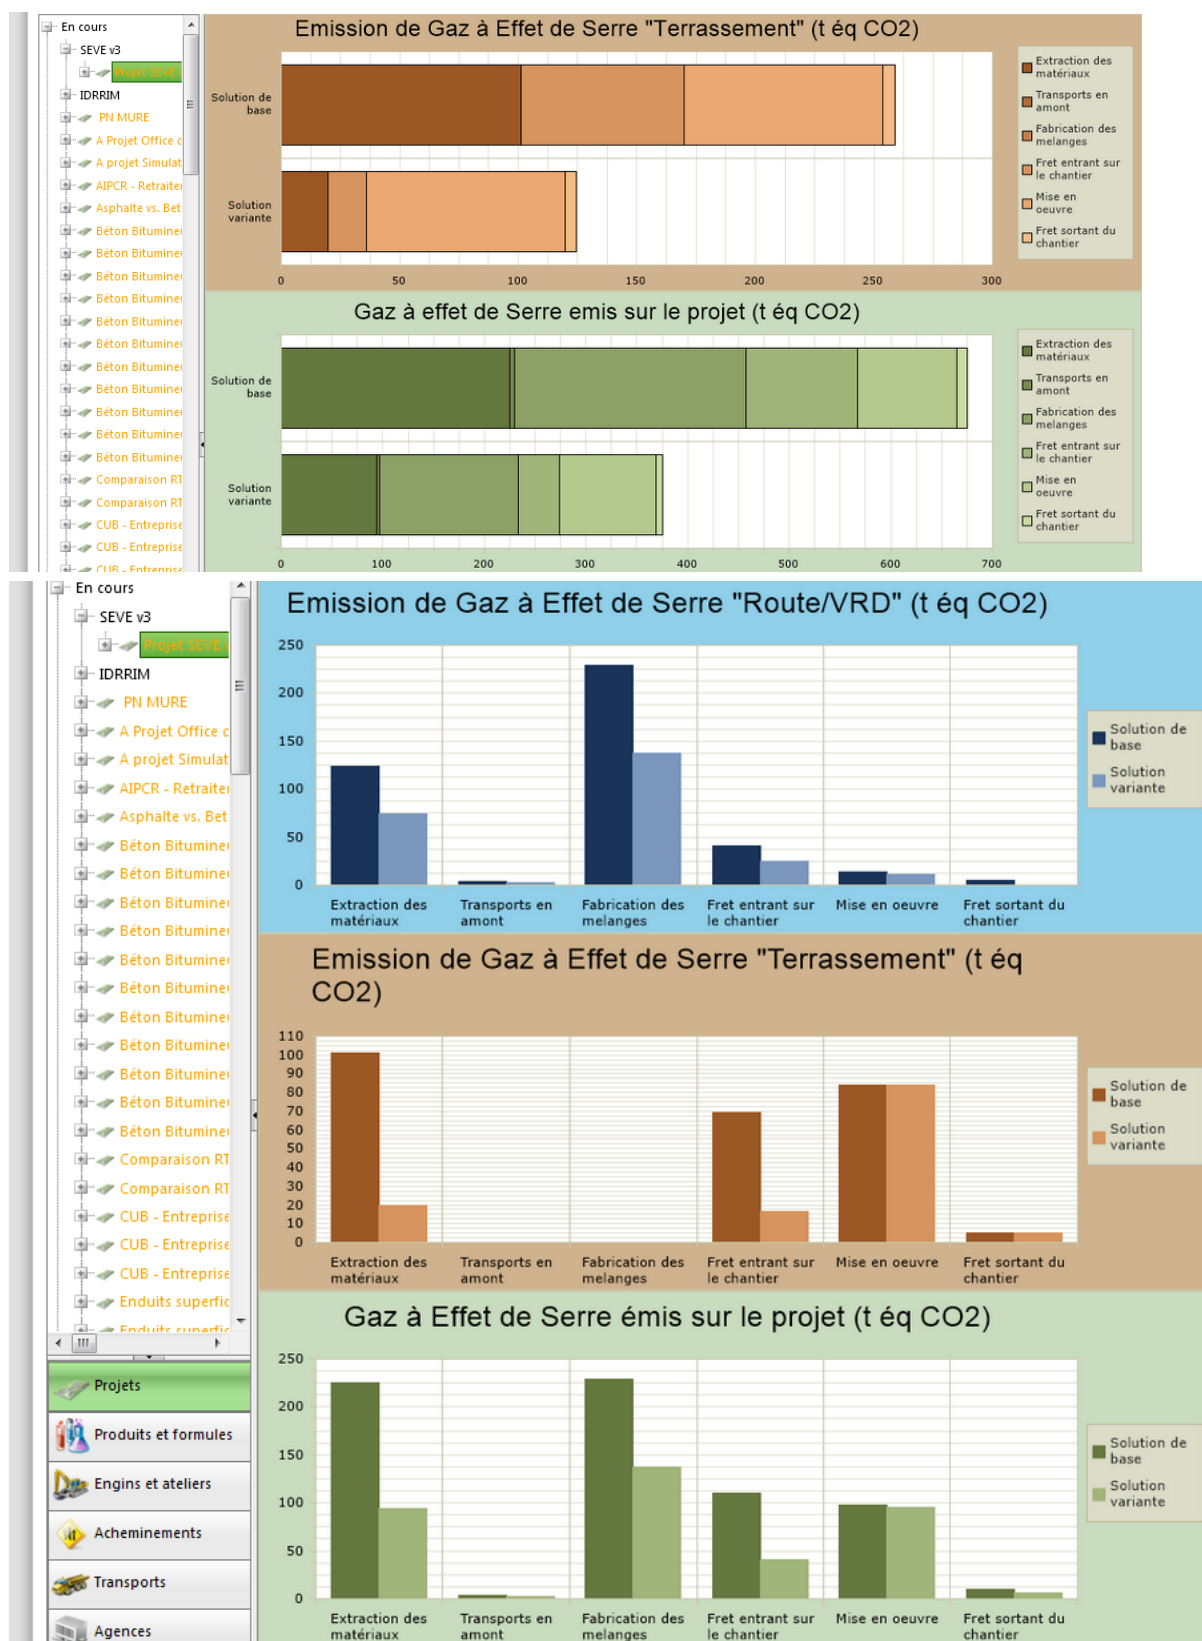
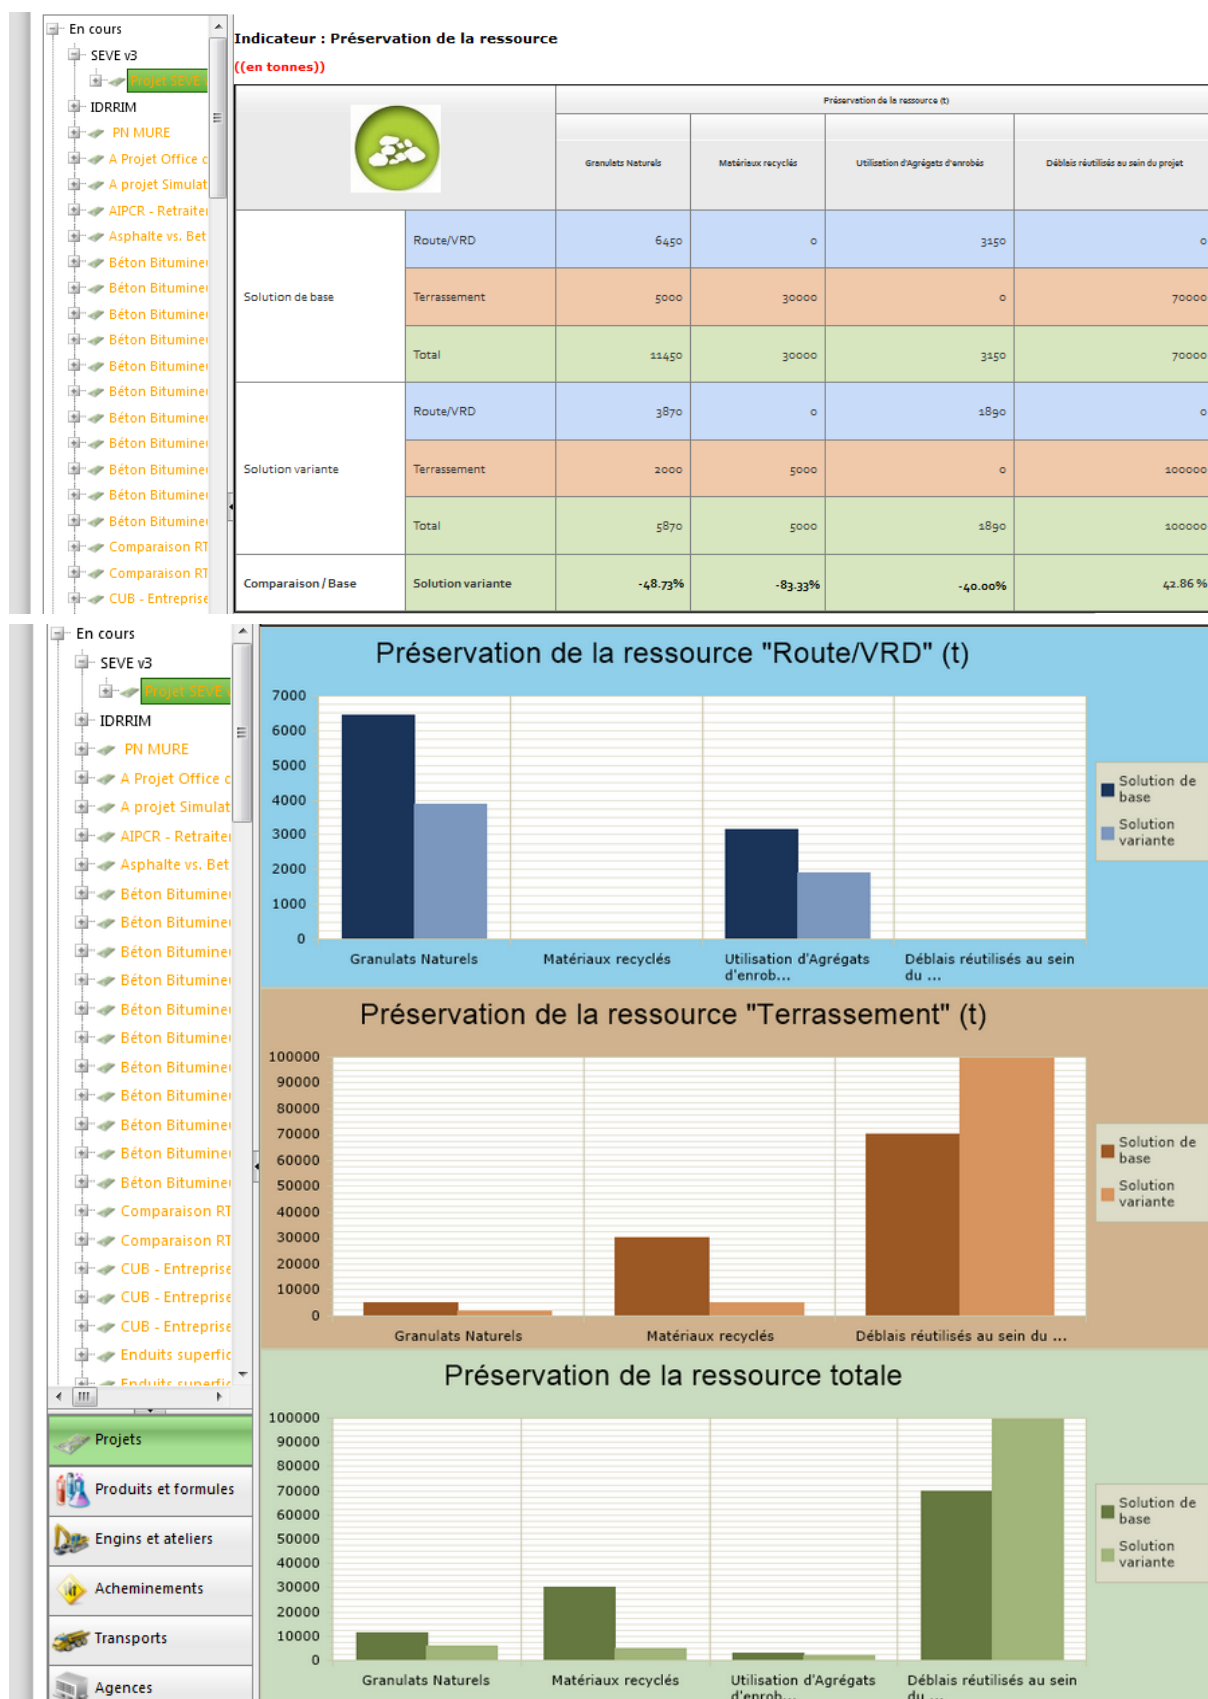
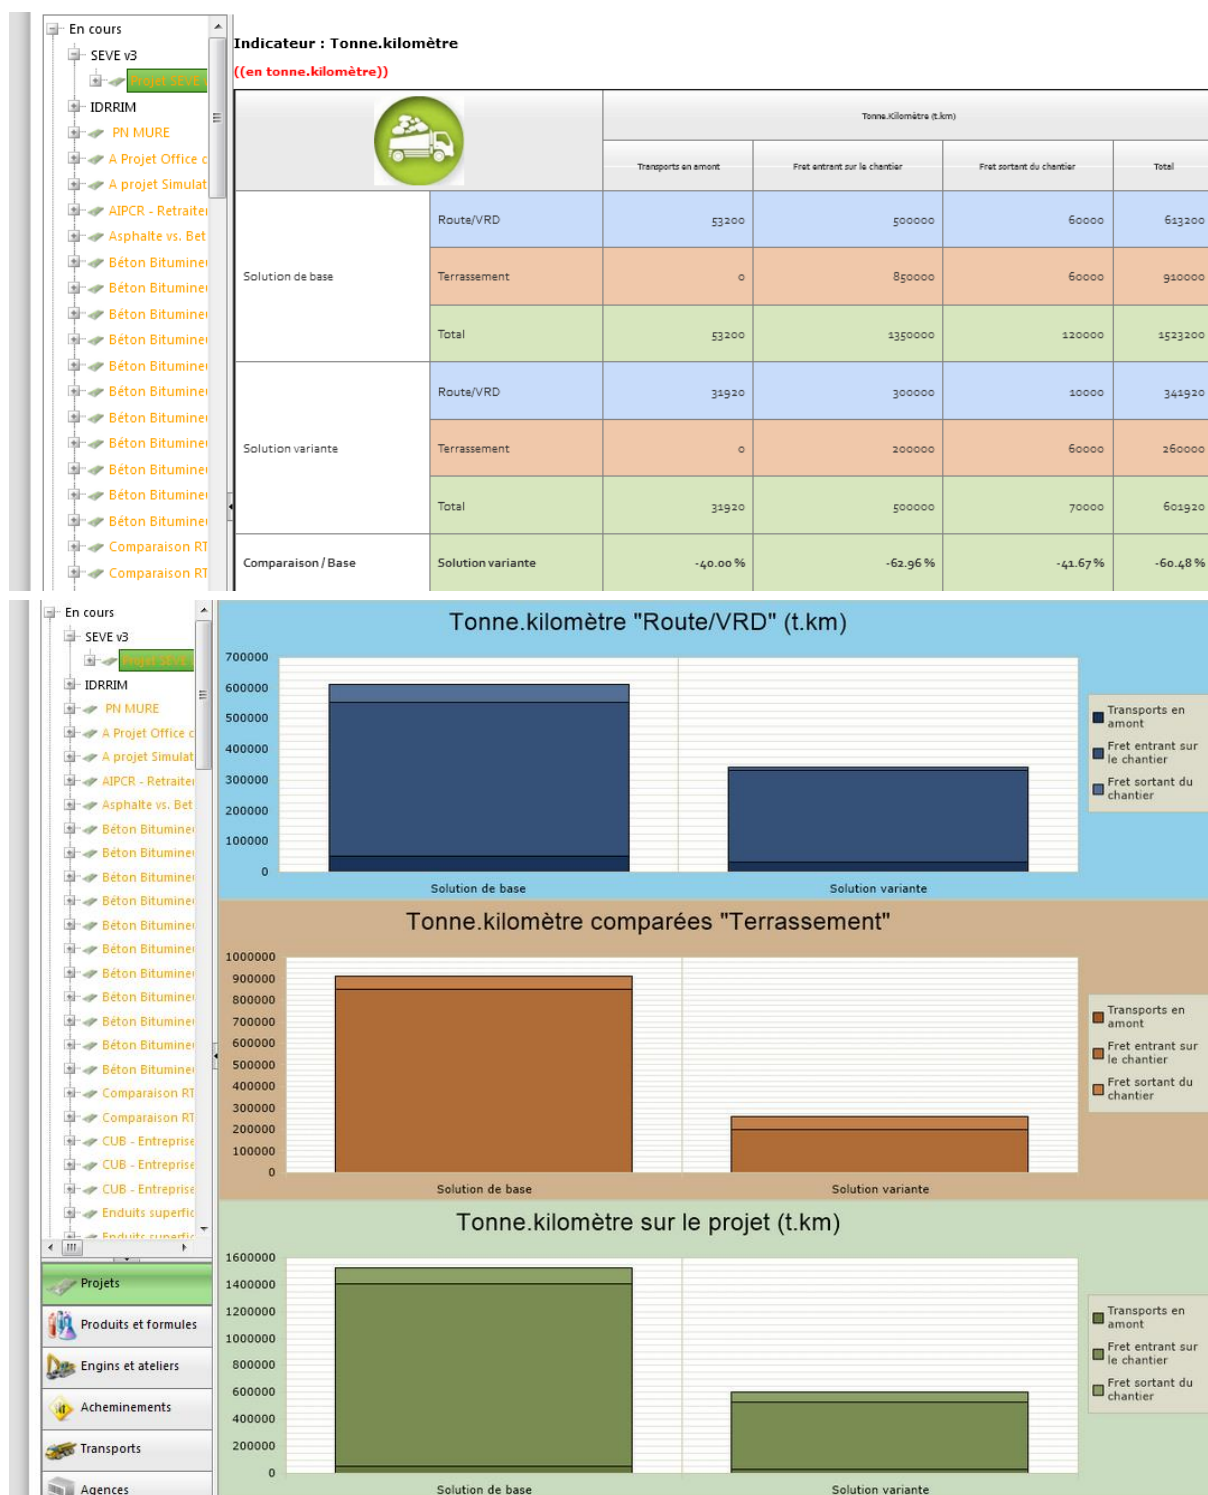

Figure 61 – Résultats sur l'indicateur Emissions de gaz à effet de serre (t éq. CO2)
Figure 62 – Résultats sur l'indicateur Préservation de la ressource
Figure 63 – Résultats sur l'indicateur Tonne.kilomètre (t.km)
La synthèse des résultats s'affiche directement sur votre page web sous la forme suivante, il est possible de visualiser les résultats sur les 4 indicateurs quantitatifs (Energie (MJ) (Figure 60), Emissions de gaz à effet de serre (t_{éq} CO₂) (Figure 61), Préservation de la ressource naturelle (tonne) (Figure 62) et tonne.kilomètre (tonne.kilomètre) (Figure 63))